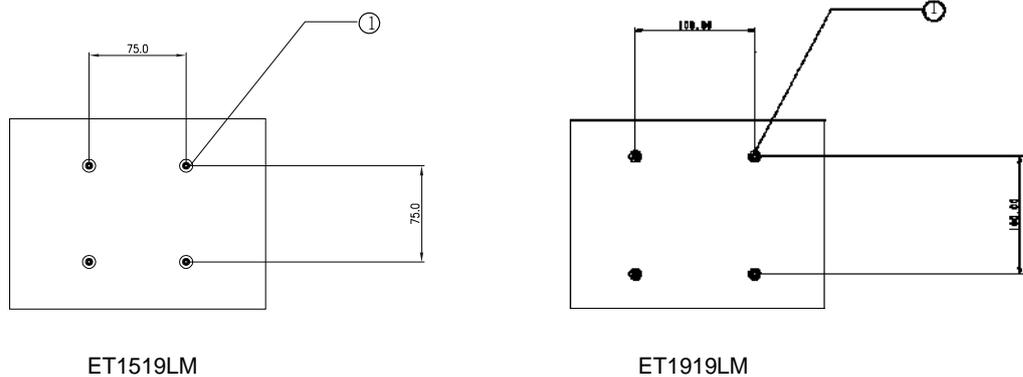

Figura 2-2: Schema di montaggio posteriore (non in scala)
- 3 Montare il monitor alla parete secondo lo schema illustrato alla *Figura 2-2*. Far passare i cavi attraverso l'apertura accesso cavo.